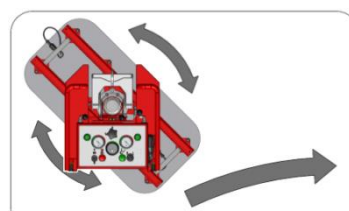
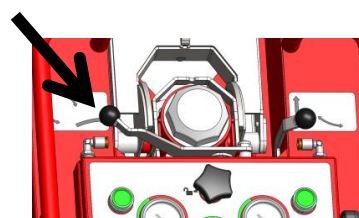

Abbildung: 13
Abbildung: 14
- Betätigen Sie den Hebel „Drehen“ (siehe Abbildung 14) links von der Hebeöse mit dem Aufkleber „Drehen“ (siehe Abbildung 13).